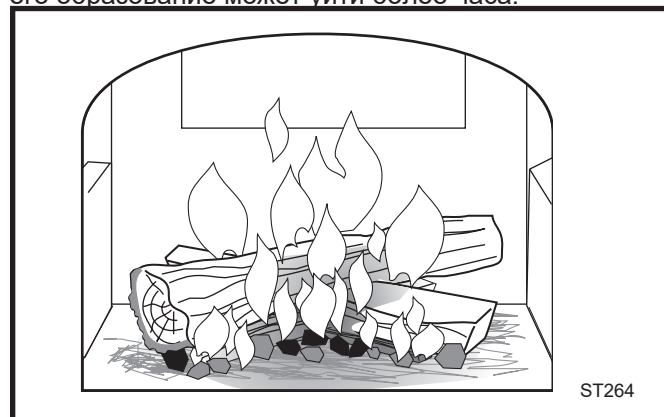

Рис. 38 Подкладывайте дрова большего размера по мере того, как огонь начинает гореть хорошо.
4. Если Defiant уже предварительно протоплена, в соответствии с шагами 1-3, продолжайте постепенно разводить огонь. Добавляйте большие дрова диаметром 75-100 мм. Продолжайте подкладывать колотые поленья такого размера в оживленный огонь, пока не образуется слой углей толщиной 50-75 мм (рис. 38). Хороший слой необходим для правильного функционирования некаталитической системы, и на его образование может уйти более часа.